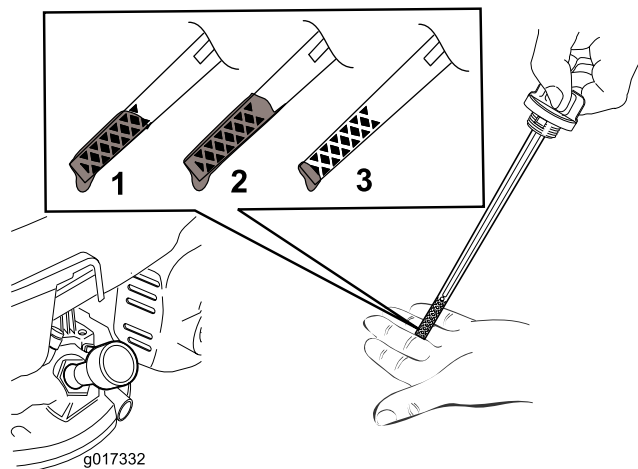

图12
5. 要确定量油尺上的机油油位是否合适、请参阅 图 12)。
**注意** 向发动机曲轴箱添加机油直到量油尺显示机油油位达到 图12 中所示的正确位置。如果发动机加注机油过多则需要按照 更换机油 \(页码 14\) 的说明去除多余机油。